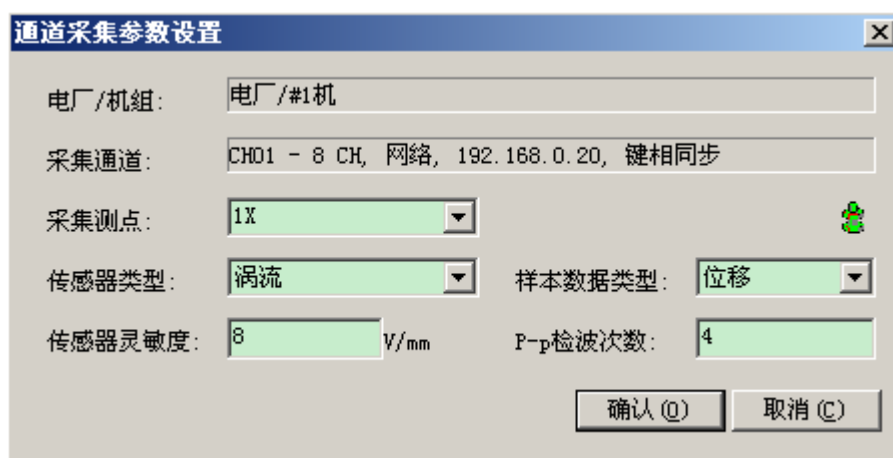

图 4.5 采集器通道测点接入
(5) 新建/选择采集器各通道接入的测点，如图 4.5 所示；